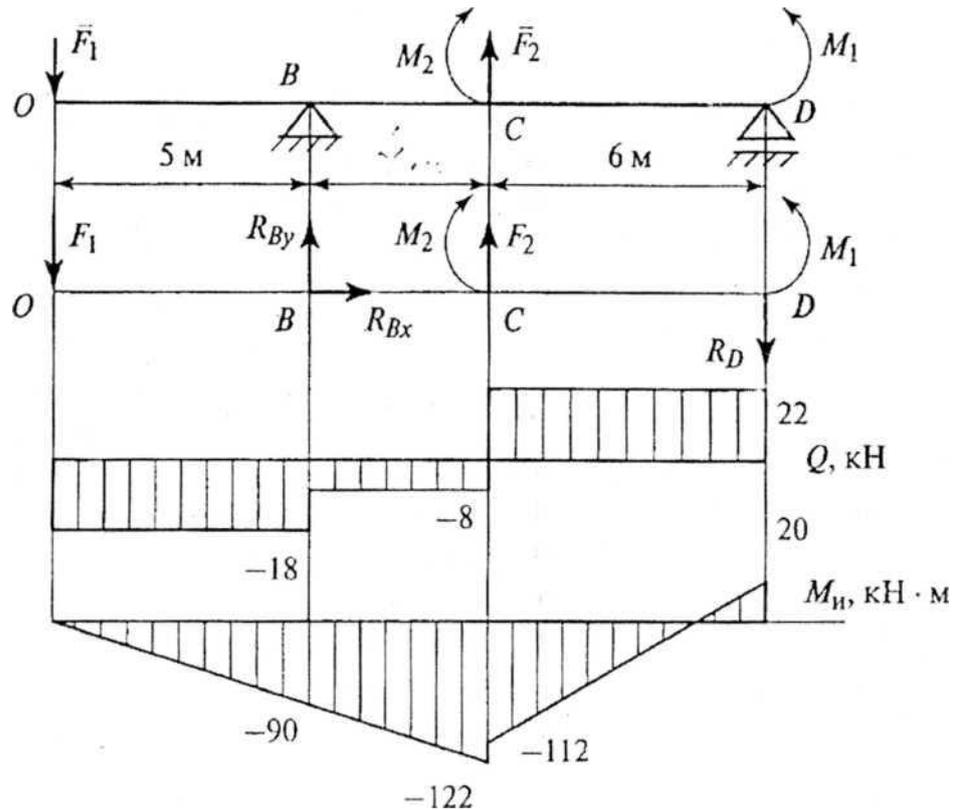

Рис. 6.6
Для заданной двухопорной балки (рис. 6.6) определить реакции опор, построить эпюры поперечных сил и изгибающих моментов, определить размеры поперечного сечения (h, b, d) в форме прямоугольника и круга, приняв для прямоугольника $h/b = 1,5$. Считать $[\sigma_n] = 160$ МПа.
Решение. 1. Строим расчетно-графическую схему (рис. 6.6).
3. Определяем поперечные силы Q в характерных точках: O , B , C , D и строим эпюру слева направо (рис. 6.6):